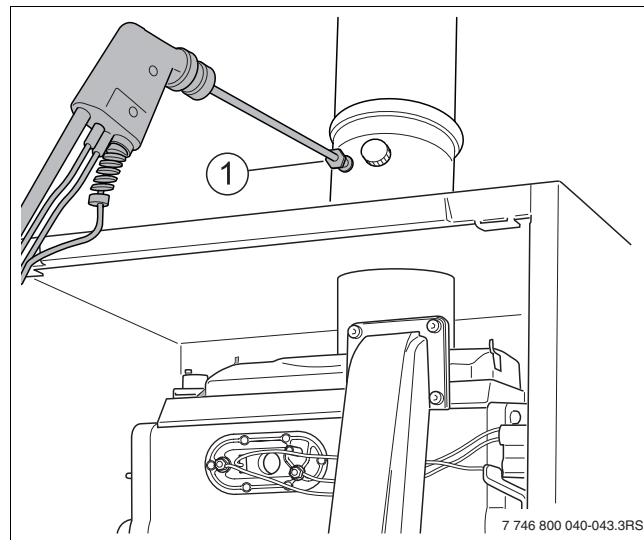

Рис. 67 Точка замера дымовых газов
- В точке замера дымовых газов измерьте содержание CO (→ рис. 67, [1]).